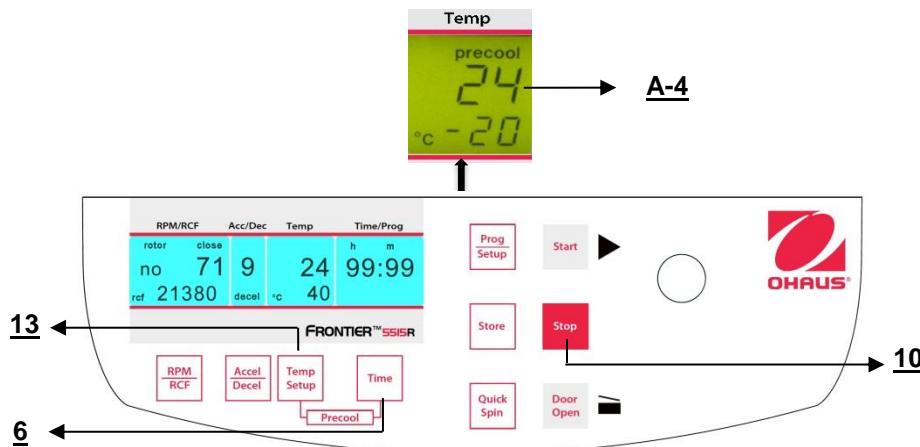

Abbildung. 20
Wenn die Proben temperaturrempfindlich sind, ist es sinnvoll, die Zentrifuge, den Rotor und möglicherweise die Behälter auf die gewünschte Arbeitstemperatur vorzukühlen. Fügen Sie daher den gewünschten Rotor ein und stellen Sie die entsprechende Temperatur vorab ein. Durch gleichzeitiges Drücken der Tasten "Temp/Setup" (13) (siehe Abbildung 20) und "Time" (6) starten Sie den Durchlauf. Während des Betriebs wählt die Einheit automatisch eine Rotationsgeschwindigkeit, die 20% der zulässigen Rotationsgeschwindigkeit des entsprechenden Rotors entspricht. Nachdem die Vorstarttemperatur erreicht ist, können Sie den Vorkühltdurchlauf mit der "Stop"-Taste (10) verlassen.